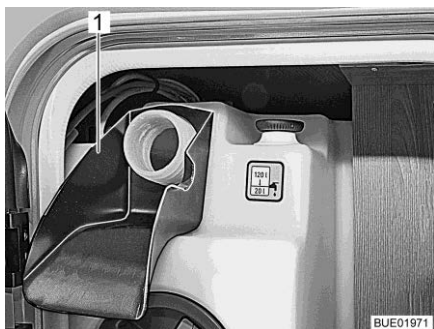

Bild 193 Påfyllningshjälp
- Stick in påfyllningshjälp (Bild 193,1) i påfyllningsöppningarna för dricksvatten.